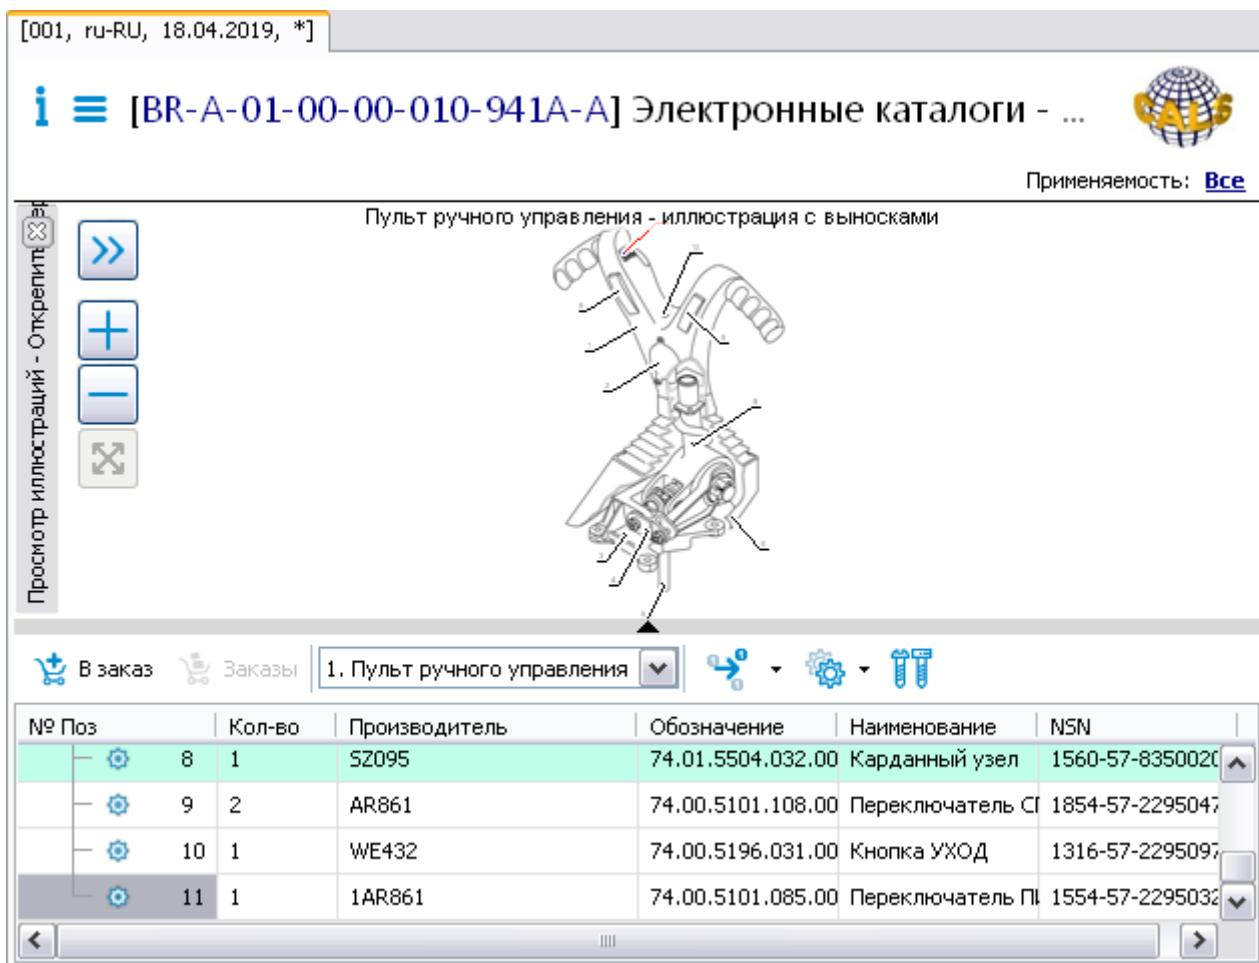

Рис. 73
8. Нажмите в нижней правой части вкладки на кнопку **Перейти к модулю данных**. В окне просмотра справа появится содержимое электронного каталога. Найденная позиция выделена в таблице каталога (Рис. 73).